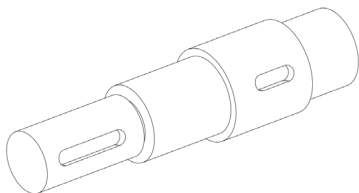

图 4-10 打开素材模型
(1) 单击常用工具栏中的【打开】按钮，打开一幅素材模型，如图 4-10 所示。